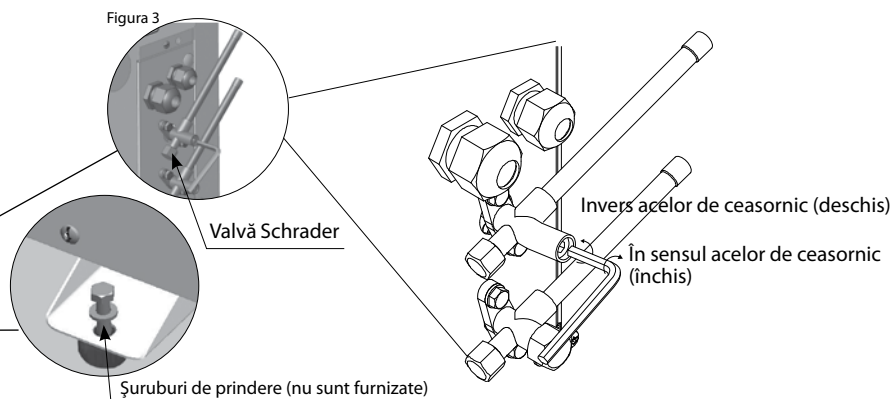

Figura 3
- Toate ventilele de serviciu trebuie să fie în poziția deschis. Consultați figura 3.